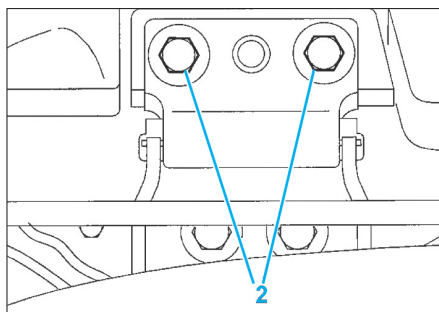

Fig. 62
- Déposer les vis (2), déclipper les stabilisateurs (Fig.62).